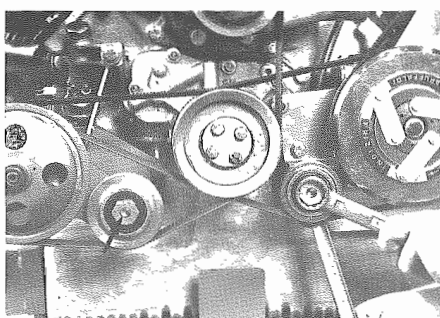

Fig. 14 - Dado fissaggio tendicinghia
- Allentare la cinghia di trascinamento svitando il dado di bloccaggio della puleggia tendicinghia (Fig. 14) e togliere la cinghia.
- Slacken driven belt by loosening fixing nut of stretcher pulley (Fig. 14), then remove belt.